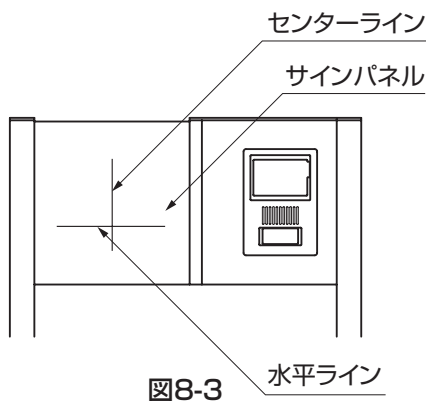

図8-3
- ①サインプレートにあとから消せる物で、センターラインと水平ラインを引いてください。（図8-3参照）